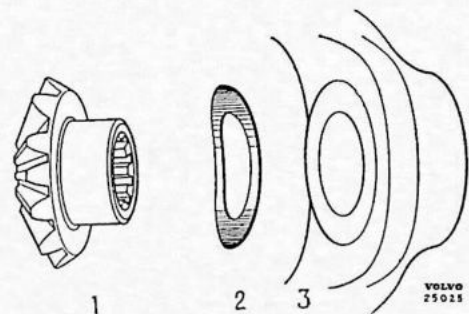
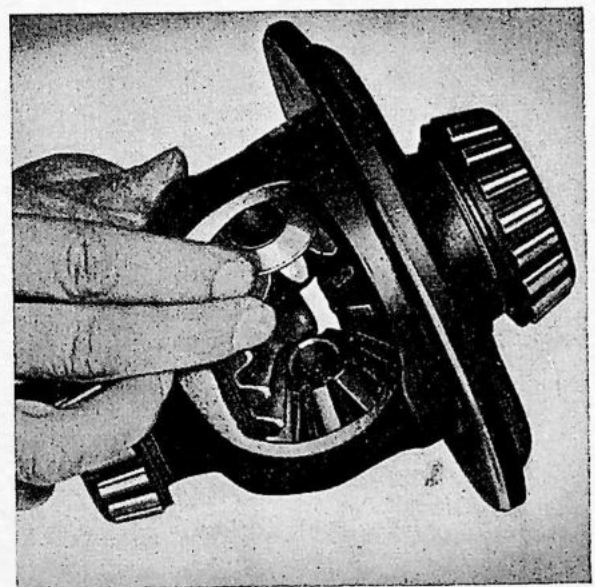

Fig. 4-101. Montage van de drukringen
Fig. 4-102. Montage van de differentieeltandwielen
1. Plaats de differentieeltandwielen en de drukringen in het satelietenhuis. Monteer de verende drukringen op de juiste wijze. De achterkant (bolle kant) moet tegen het satelietenhuis aanliggen, zie Fig. 4-101. Rol dan de satelietenhuisen met de schotelvormige drukringen tegelijk op hun plaats, zie Fig. 4-102.